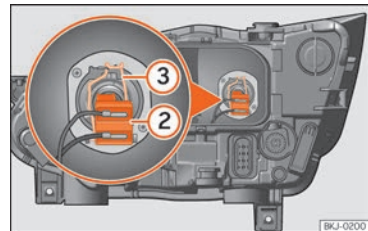

Fig. 103 En el vano motor: lámpara de luz de cruce.
- Extraiga el conector de la lámpara »» **fig. 103 2**.
- Desenganche el resorte del retentor »» **fig. 103 3** presionándolo hacia dentro y a la derecha.